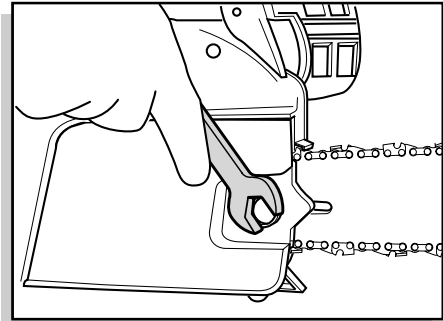

fig. 6
- Avvitare bene il dado bloccaggio barra con la chiave in dotazione (fig.6).